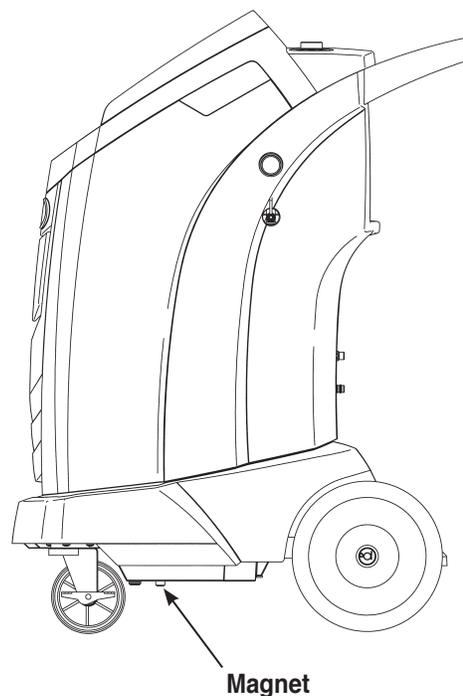

Abbildung 20
- Prüfen, ob der Magnet auf der Unterseite des Gerätes sauber ist (siehe Abbildung 20).